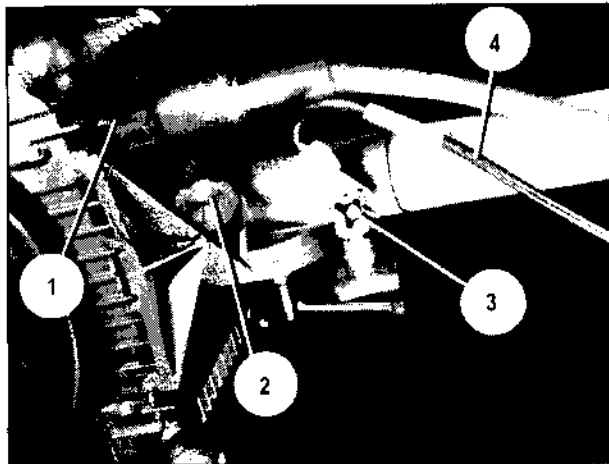

Bild 41
16. Vielfachkabel FM 15000 über die Antenne FM 1000 legen und an die RF-Einheit FM 15000 anschließen (Bild 41/1). Schutzkappen (Bild 41/2) zusammenschrauben.
17. Erdungsleitung, 2 m (Bild 41/4), an der Konsole FM 15000 mit der Sterngriffschraube (Bild 41/3) befestigen. Siehe hierzu auch Erdungsschema in Abschnitt 2.1.3.